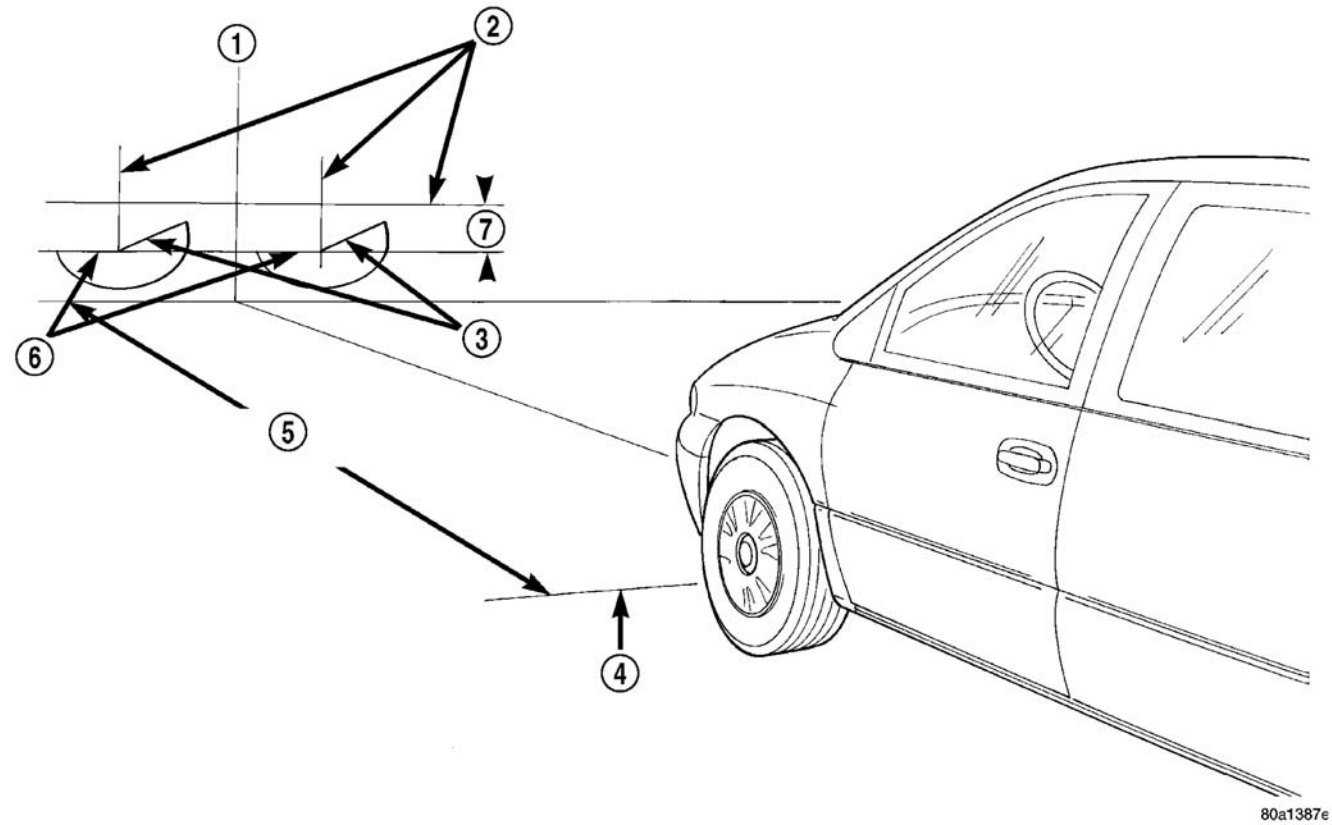

图 20 前照灯装置校准屏幕—出口型
- （1）将车辆停在平面上，与立墙成直角，距前照灯灯罩玻璃前端 10 米（32.8 英尺）（图 20）。